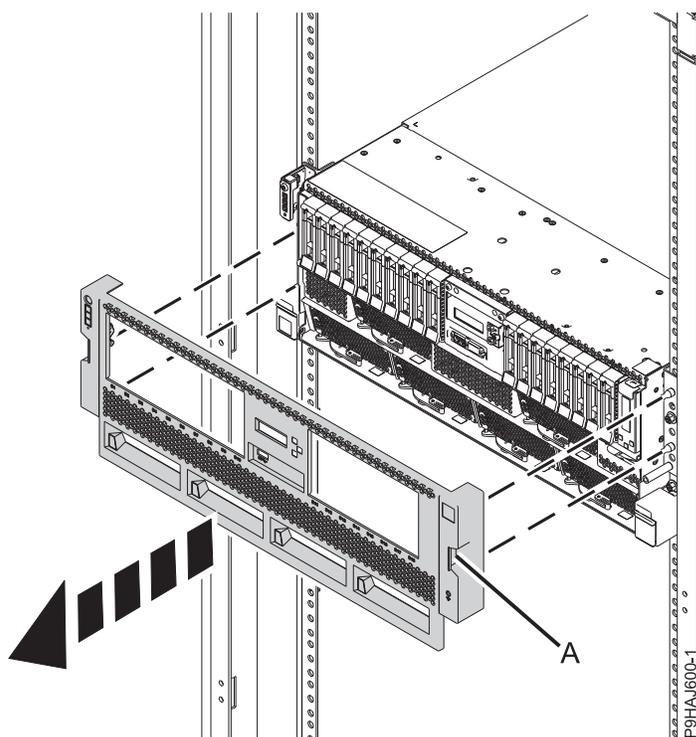

Figura 38. Removendo a Tampa Frontal
2. Para um sistema montado em rack, remova a tampa frontal puxando-a para fora do sistema. A tampa possui indentações (A) pelas quais é possível segurá-la mais facilmente. Consulte o Figura 38 na página 63